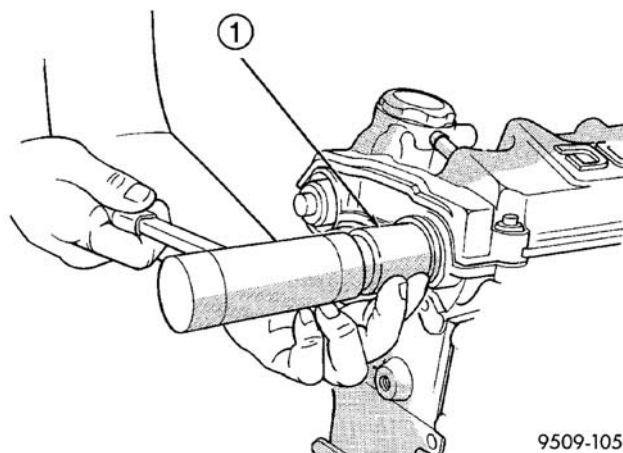

图 22 凸轮轴密封-安装
- （2）用专用工具 MD-998306 将凸轮轴密封安装到气缸盖直至与盖封齐（图 22）。